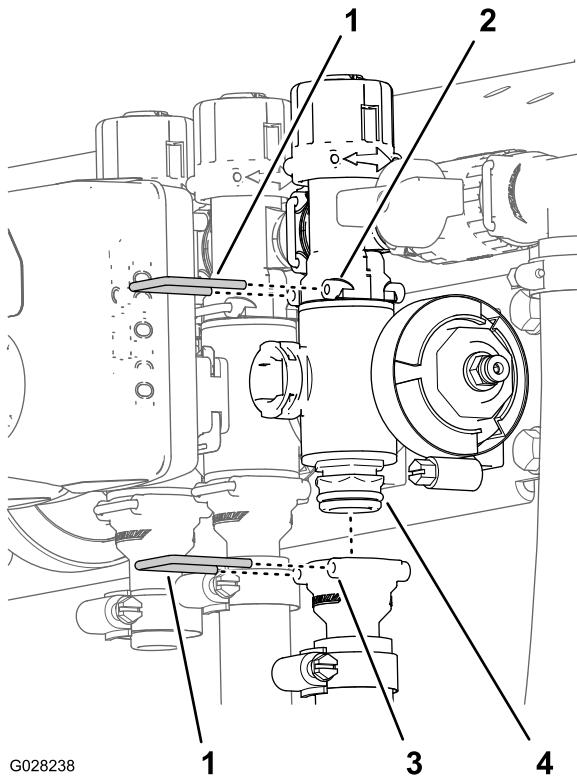

Bild 120
2. Entfernen Sie die Halter, mit denen das Aus-laufanschlussstück am Abschnittsventilverteiler und dem Ventilverteiler am Sicherheitsventil-An-schlussstück befestigt ist (Bild 120).